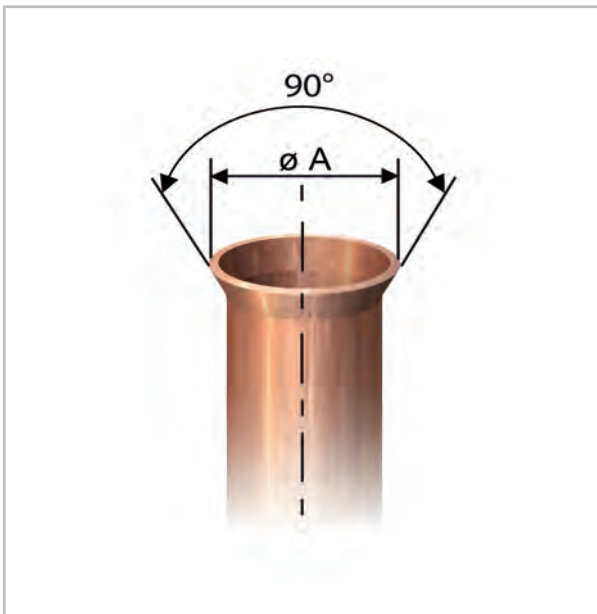

Abb. 30: Korrekte Bördelform
9. ➤ Überprüfen Sie, ob der Bördel eine korrekte Form aufweist (Abb. 30).